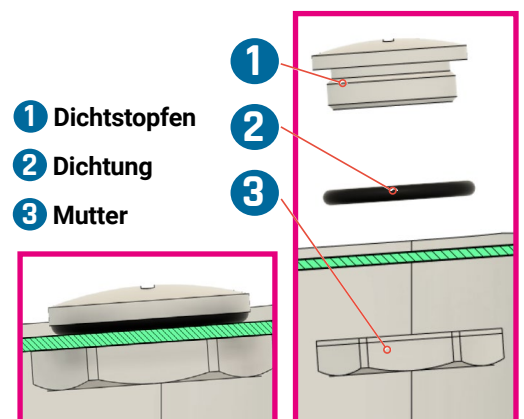

Abb. 15: Aufbau Verschraubung
- Auf die korrekte Position der Dichtung achten: : siehe Abb. 15.